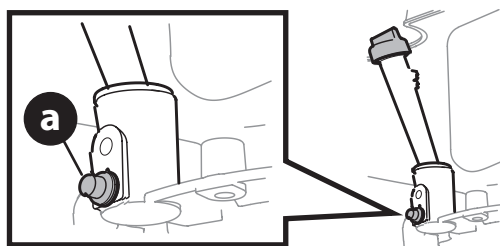

Рисунок 8
- Снимите пробку для слива масла (а) и дайте маслу стечь в подходящую емкость (рис. 8).